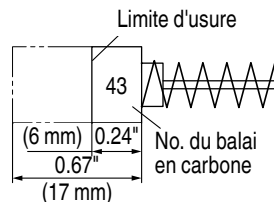

Fig. 18
3. Inspection des balais en carbone (Fig. 18)
Utiliser le balai en carbone HITACHI No. 43 indiqué sur la Fig. 18.